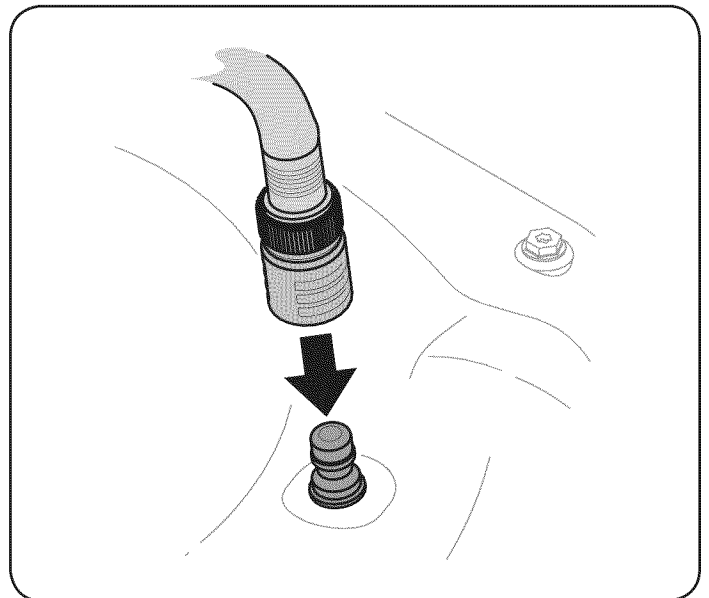

Figura 19
3. Una el acople de la manguera al puerto de agua que se encuentra en la superficie de la plataforma. Vea la Figura 19.